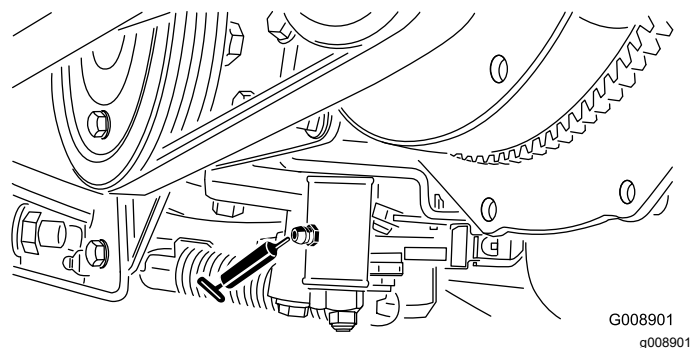

Рисунок 38
- Механизм регулировки нейтрали (Рисунок 38)